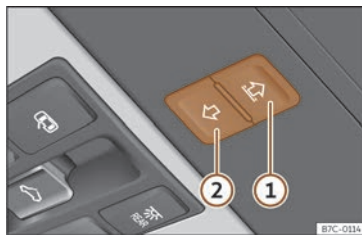

Fig. 63 No revestimento interior do teito: botón de función para manexar a cortina parasol.
- Se non se pode pechar, antes de que transcorran 5 segundos prema a tecla >>> **fig. 63 ②** ata que a cortina se peche por completo. **A cortina péchase sen que interveña a función antiaprisionamento!**